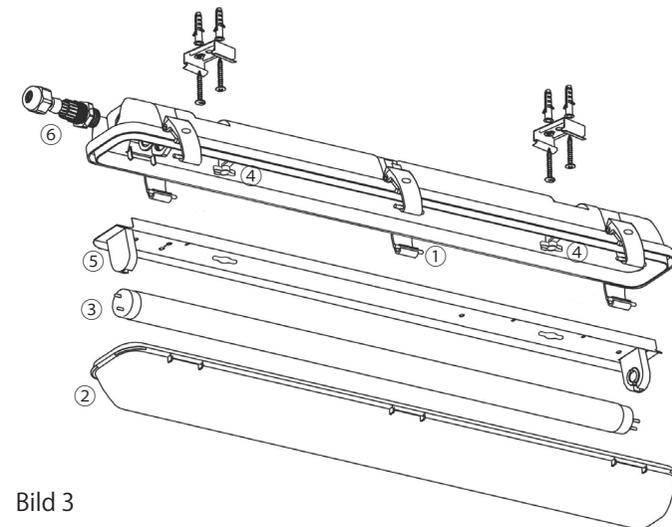

Bild 3
Bild 3: Die Verschlussklammern ① öffnen. Die Haube ② abnehmen. Die Röhre ③ um 90° drehen und entfernen. Die 2 Verschlüsse ④ um 90° drehen und das Innenteil ⑤ herausnehmen. Die Überwurfmutter der Kabelverschraubung ⑥ lösen.
Bild 3: Das Innenteil ⑤ wieder einsetzen und verriegeln ④. Die Röhre ③ einsetzen und durch 90° Drehung verriegeln. Die Haube ② aufsetzen und mit den Verschlussklammern ① schliessen.